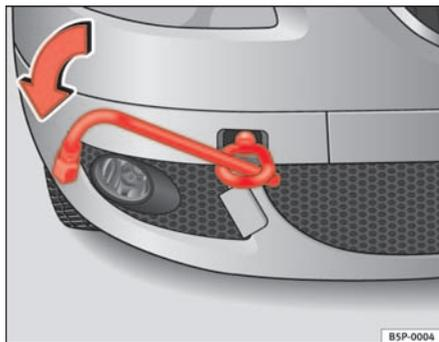
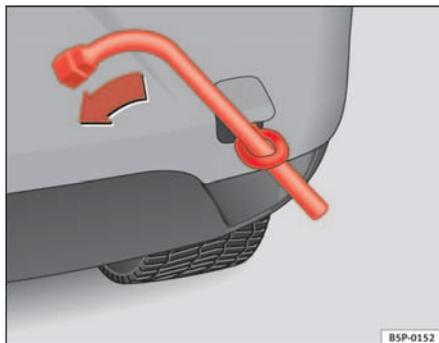

Fig. 195 Lato anteriore destro del veicolo: montaggio del gancio di traino anteriore
Fig. 196 Lato posteriore del veicolo: montaggio del gancio di traino
- Avvitare il gancio fino in fondo verso *sinistra* nel senso indicato dalla freccia o nel foro della parte anteriore ⇒ fig. 195 o in quello della parte posteriore ⇒ fig. 196.